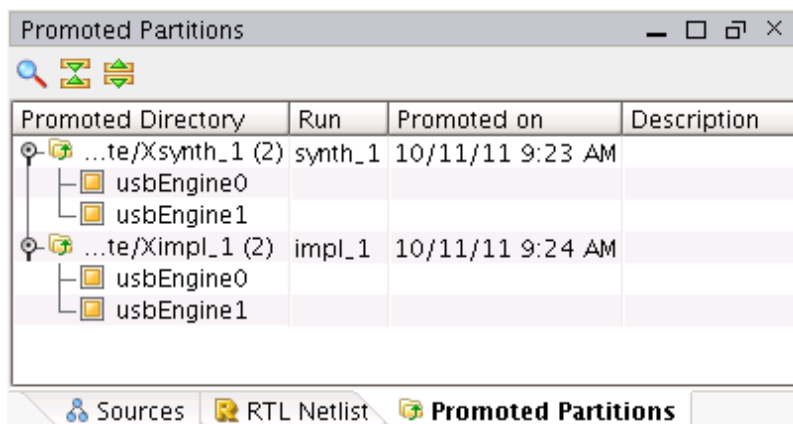

図 13 : [Promoted Partitions] ビュー
10. パーティションのプロモートによる変更を確認します。図 13 を参照してください。